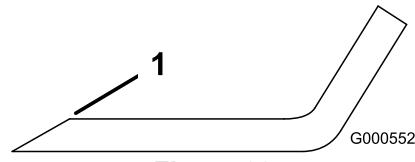
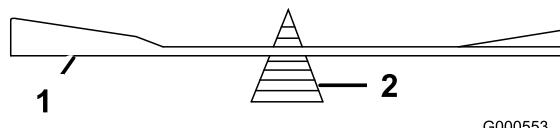

Figura 39
Figura 40
1. Utilice una lima para afilar el filo de corte en ambos extremos de la cuchilla (Figura 39). Mantenga el ángulo original. La cuchilla permanece equilibrada si se retira la misma cantidad de material de ambos bordes de corte.
2. Verifique el equilibrio de la cuchilla colocándola sobre un equilibrador de cuchillas (Figura 40). Si la cuchilla se mantiene horizontal, está equilibrada y puede utilizarse. Si la cuchilla no está equilibrada, rebaje algo el metal en la parte de la vela solamente (Figura 39). Repita este procedimiento hasta que la cuchilla esté equilibrada.